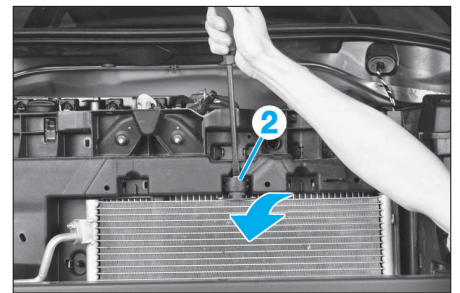

FIG. 39
- A l'aide d'un tournevis, déloger le condenseur en (2) (Fig.39).